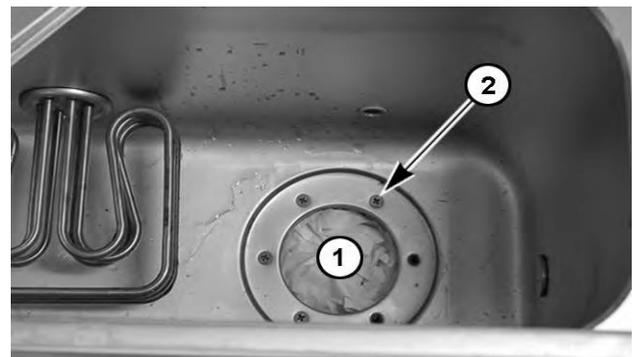

Fig. 91
8. Retire la malla del drenaje y coloque un trapo. (1, Fig. 91).
9. Retire los tornillos que sujetan el soporte del drenaje 2, Fig. 91).